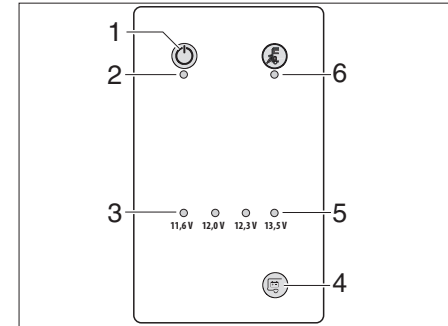

Bild 64 Panel LT 104
Bodelsbatteriets batterispänning kan visas med hjälp av sensorknappfältet (Bild 64,4). LED-kontrolllamporna (Bild 64,5) visar batterispänningen.
- Röd varningslampa-LED (Bild 64,3) lyser: Batterispänning över 11,6 V
Den röda varnings LED (Bild 64,3) lyser när spänningen i bodelsbatteriet endast är 11 V (mätning under pågående drift) och risk för djupurladdning föreligger.
Med huvudbrytaren 12 V (Bild 64,1) kopplas panelen och bodelens 12 V-försörjning till eller från.
- ▶ Berör sensorknappfältet (Bild 64,1). 12 V-försörjningen för bodelen är påslagen. 12 V kontrolllampan (Bild 64,2) lyser grön.
- ▶ Sensor-knappen (Bild 64,1) vidrörs på nytt. 12 V-försörjningen för bodelen är avstängd. 12 V-kontrolllampan (Bild 64,2) slocknar.
12 V-kontrollampan (Bild 64,5) lyser då 12 V-huvudbrytaren (Bild 64,6) är inkopplad.
Den gula 230 V-kontrollampan (Bild 64,1) lyser när nätspänning åter finns.